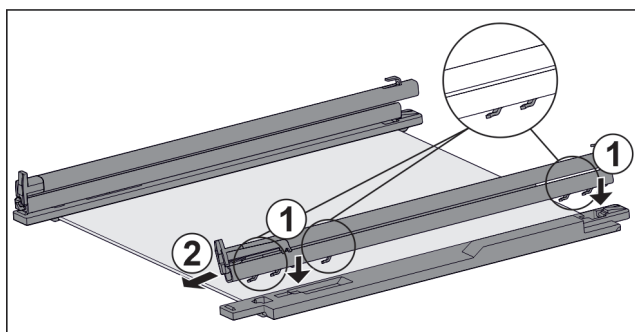

Fig. 132 带轨道和固定件的玻璃隔板
- ▶ 将轨道的挂钩放到左侧固定件的孔上。 Fig. 132 (1)
- ▶ 向前拉轨道。 Fig. 132 (2)
- ▶ 将轨道的挂钩放到右侧固定件的孔上。 Fig. 132 (1)